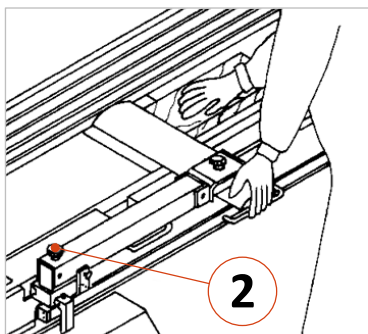

Abbildung 22: Abrichten Vorbereitung
- Der Brückenschutz wird mit der linken Hand bis zum Abrichtanschlag angeschlagen und durch Drehgriff (2) entsprechend der Dicke des Werkstücks in der Höhe eingestellt.
- Mit der rechten Hand wird das Werkstück knapp unter die Messerwellenabdeckung geschoben und bleibt auf dem Werkstück liegen (siehe ⇒ Abbildung 22).